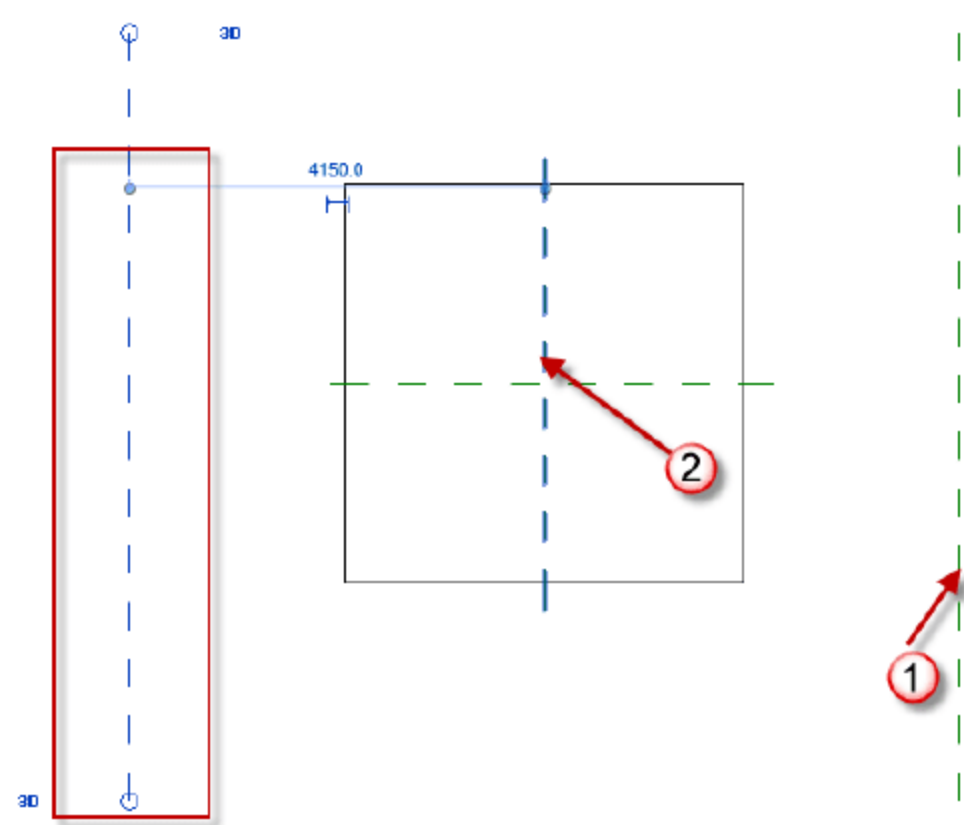

图 12.1.28 镜像辅助线
(3) 镜像辅助线。先选择第 (1) 骤绘制的辅助线，按两下快捷键 M，完成镜像辅助线，如图 12.1.28 所示。